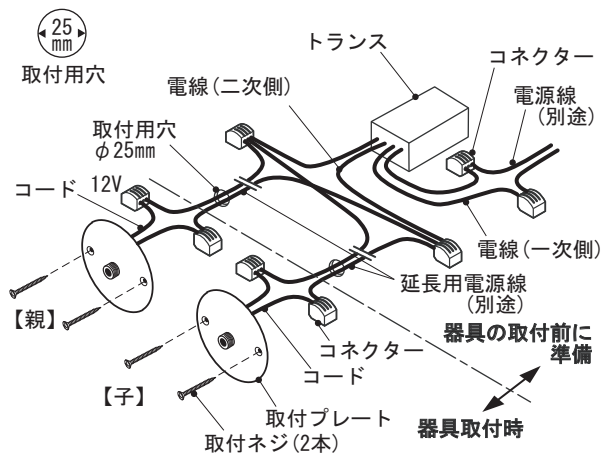

図7
[2] トランスを取付用穴以外の場所に別置する方法 (図7参照)
- ・屋外で使用する場合は、防水の為にオプションの取付プレート用パッキンを使用してください。 (図7参照)